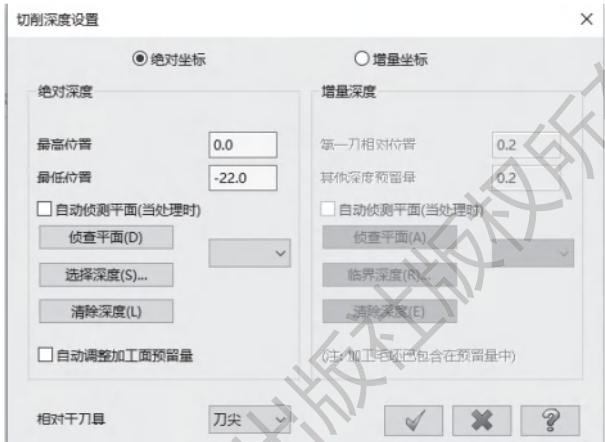

图 6-44 切削深度设置
4) 在【曲面精修等高】对话框中打开【等高精修参数】选项卡，单击【切削深度】按钮，系统弹出【切削深度设置】对话框。单击【绝对坐标】复选项，设置【最高位置】为 0.0mm，【最低位置】为 -22.0mm，如图 6-44 所示，单击【确定】按钮。